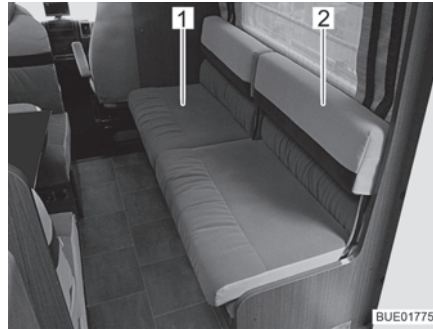

Fig. 97 Regolazione del piano di seduta
- Sollevare leggermente (Fig. 97,1) il piano di seduta.
- Afferrare il cuscino per la nuca (Fig. 97,2) e inclinarlo con cautela verso il basso.